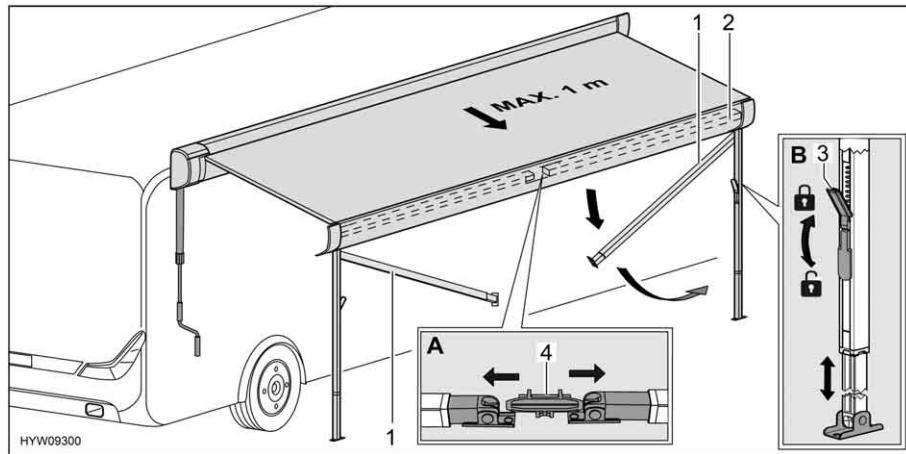

Fig. 15 Preparazione dei montanti di supporto
- Sbloccare i montanti di supporto (Fig. 15,1) dal supporto (Fig. 15,4) nel listello anteriore (Fig. 15,2). A tale scopo, premere leggermente verso l'esterno i montanti di supporto (Fig. 15,A).
- Allentare i bloccaggi (Fig. 15,3) dei montanti di supporto. A tale scopo, ripiegare la leva di serraggio verso il basso.
- Estrarre la parte inferiore dei montanti di supporto fino alla lunghezza desiderata (Fig. 15,B).
- Chiudere i bloccaggi (Fig. 15,3) dei montanti di supporto. A tale scopo, tirare verso l'alto la leva di serraggio.